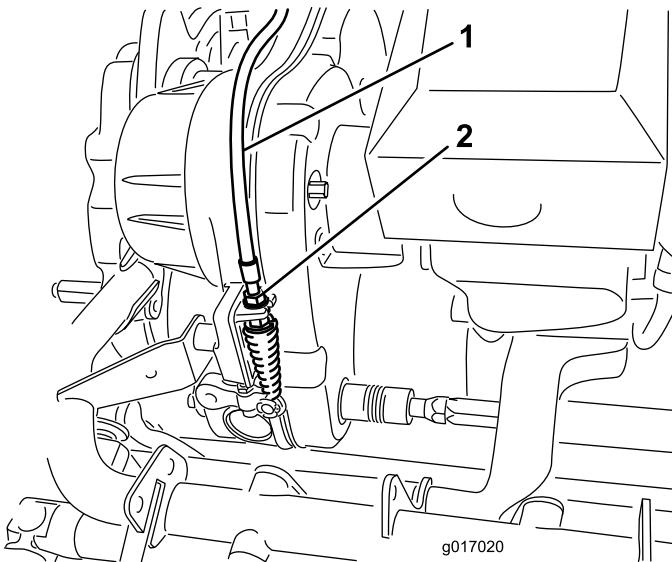

図 47
2. トランスマッションのバルクヘッド部で、リールコントロールのケーブル図 47を調整するスプリングの長さが 70.672.4mm になるように調整する。